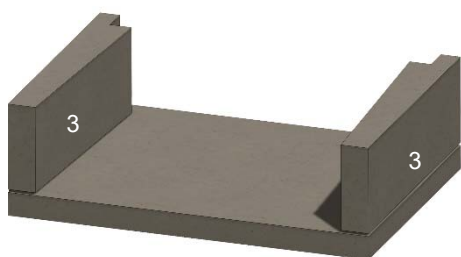

Figura 9. Paredes laterales inferiores
C. Instale las paredes laterales inferiores (3), asegurándose de que estén niveladas y a escuadra. Véase la Figura 9.